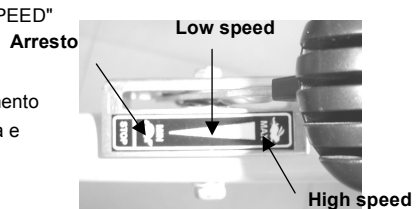

Figura 16
- 3) Spingere la manopola di velocità alla posizione "LOW SPEED" (Figura 16)
Spingere la manopola di velocità sulla posizione "Arresto motore" (Figura 16)